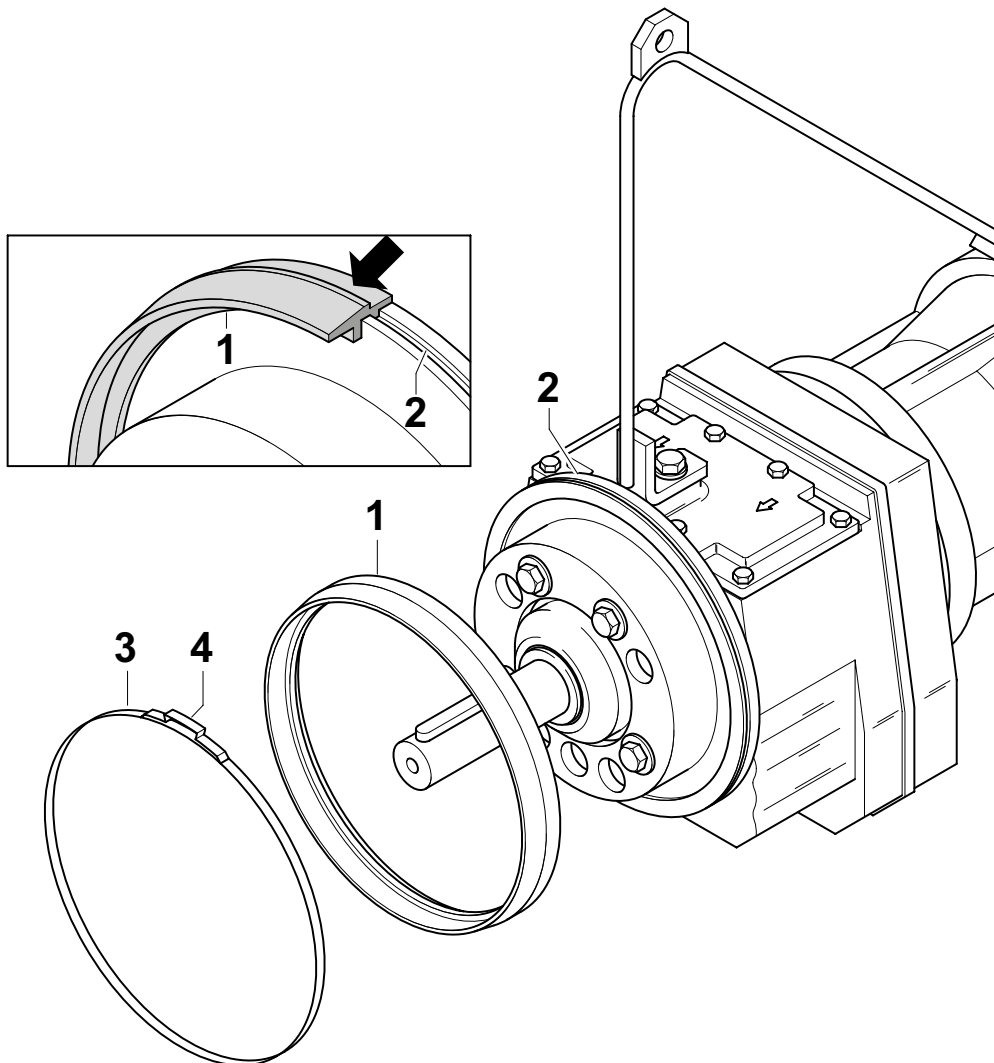

Fig. 19 Montaggio/smontaggio dell'anello Solids Deflection Ring
AVVERTENZA Nella fig. 19 è rappresentata la sostituzione dell'anello SD in un motore RW. Con gli acceleratori di flusso la situazione di montaggio è uguale.
- Per il montaggio, l'anello SD (19/1) dev'essere "calzato" manualmente, secondo fig. 19, su tutta la circonferenza e spinto nella scanalatura del coperchio motore (19/2).